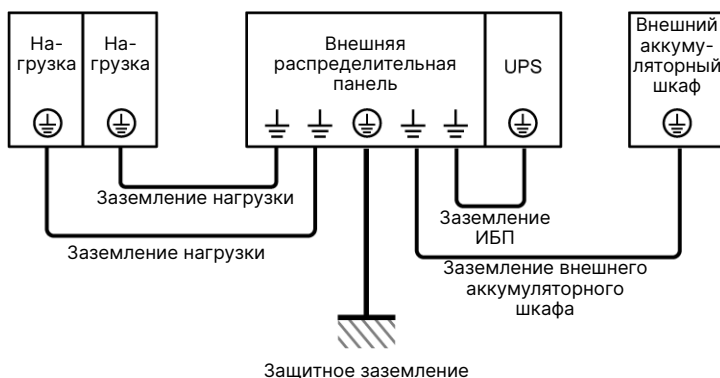
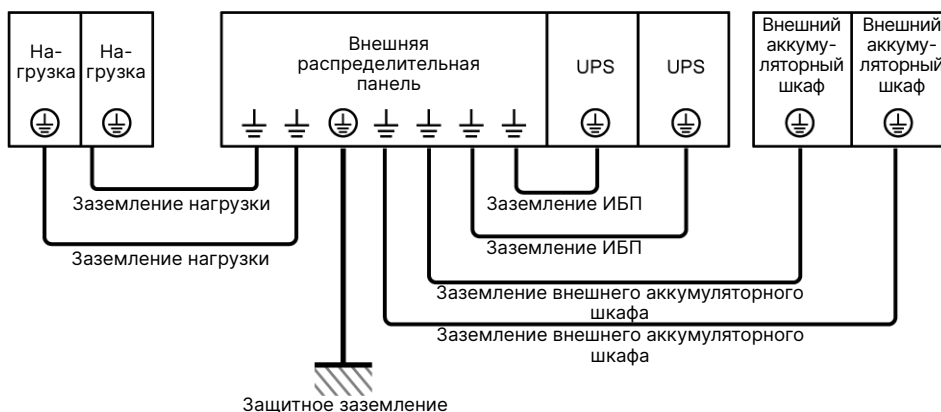

Рис. 5-22: Схема заземления_ Один блок
Рис. 5-25: Схема заземления_ Параллельные блоки
Выполните **шаг 6**, указанный в разделе **5.4.3.1 «Один вход (один блок)»**, и см. **рис. 5-22**, чтобы заземлить ИБП, внешние аккумуляторные шкафы и подключенные критические нагрузки.
Для конфигурации с одним входом выполните **Шаг 1 ~ Шаг 6**, описанные в разделе **5.4.3.1 Один вход (Один блок)**. Схему заземления см. на **рис. 5-25**, а не на **рис. 5-22**.
Для конфигурации с двойным входом выполните **Шаг 1 ~ Шаг 4**, описанные в разделе **5.4.3.2 Двойной вход (один блок)**. Схему заземления см. на **рис. 5-25**, а не на **рис. 5-22**.
- См. схему заземления внешнего аккумуляторного шкафа на **Рис. 5-22** и **Рис. 5-25**.